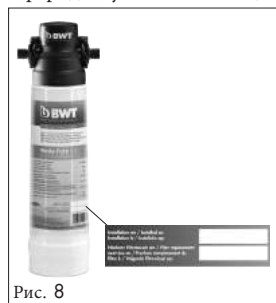

Рис. 8
2. Перед установкой фильтр-картриджа, пожалуйста, отметьте дату установки и дату замены на информационной табличке фильтр-картриджа (см.рис.8).